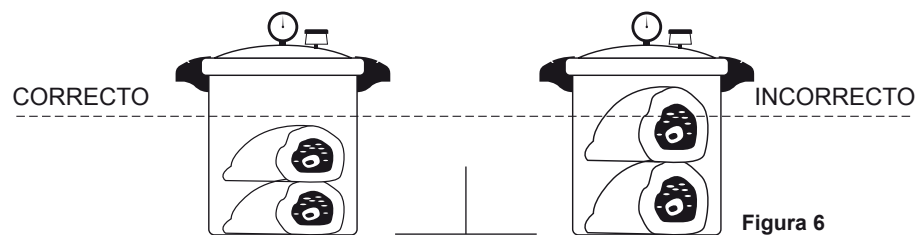

Figura 6
- El arroz y la verdura deshidratada, se expanden durante su cocción. Cuando prepare estos alimentos, no llene la olla más de la mitad de su capacidad (Figura 6). No cocine alimentos como puré de manzana, cebada, avena u otros cereales, chícharos secos, fideos, macarrón o espagueti. Estos alimentos tienden a formar espuma y salpicar, lo que puede tapar el tubo de escape. Si el tubo de escape llegara a obstruirse, el regulador de presión no oscilará y la presión no se eliminará normalmente. Cuando llegue a existir exceso de presión dentro de la olla, la válvula de seguridad botará hacia fuera, liberando así el exceso de presión.